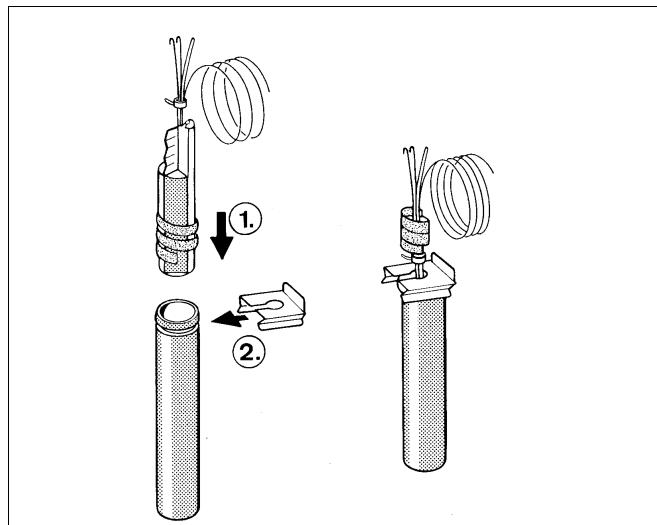

Fig. 4 - Rappresentazione schematica
- La spirale di plastica– per tenere unite le sonde– si autoespelle quando queste sono inserite nella guaina d'immersione (fig. 4)
Per garantire il contatto fra la guaina d'immersione e le superfici delle sonde, e quindi con certezza una perfetta trasmissione della temperatura, deve essere spinta fra le sonde la molla di compensazione, vedi fig. 4.
- Premere il fermasonde, lateralmente o da sopra, sulla testa della guaina d'immersione (fig. 4).